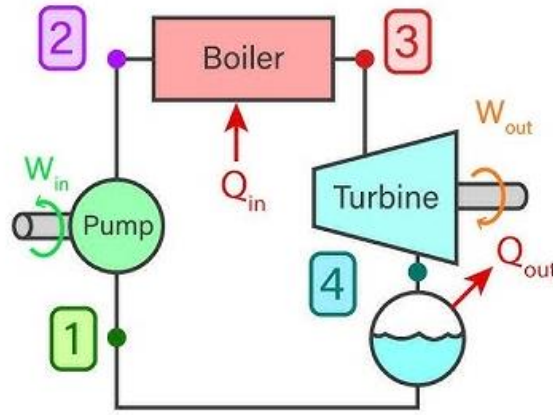

Figure. 2.9
- रँकाईन चक्र हे Figure 2.9 मध्ये दाखविलेले आहे.